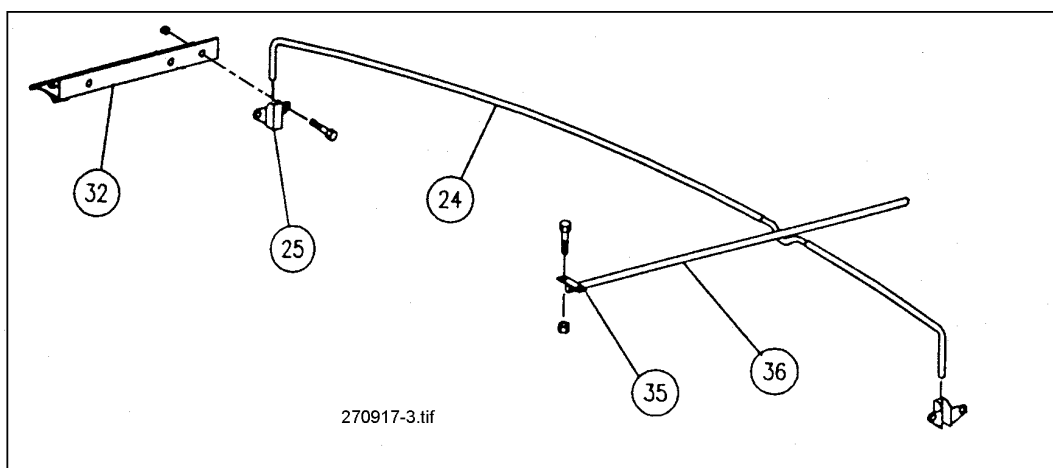

Abb. 5: Montage Anbauteile
3. Den Bügelhalter (25) an den Seitenwänden anbringen. (s. Abb. 5)
4. Bügel (24) in die Halterung (25) einstecken. (s. Abb. 5)
5. Die Halterung (35) und Strebe (36) an den Vorder- und Hinterwänden in den vorbereiteten Bohrungen befestigen. (s. Abb. 5)